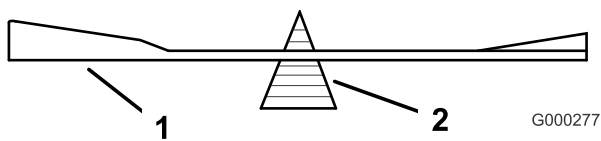
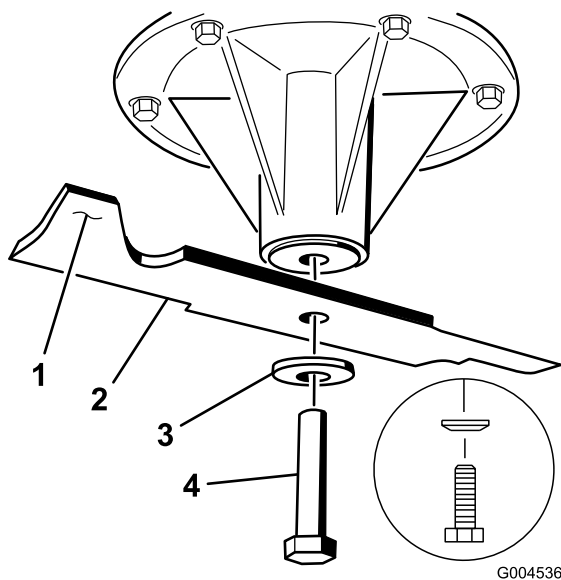

Figure 95
Figure 96
2. Vérifiez l'équilibre de la lame en la plaçant sur un équilibreur (Figure 95). Si la lame reste horizontale, elle est équilibrée et peut être utilisée. Si la lame est déséquilibrée, limez un peu l'extrémité de la partie relevée seulement (Figure 96). Répétez la procédure jusqu'à ce que la lame soit équilibrée.
1. Placez la lame sur l'axe (Figure 96).
2. Installez la rondelle élastique et le boulon de la lame. Le côté bombé de la rondelle élastique doit être dirigé vers la tête du boulon (Figure 96). Serrez le boulon à un couple de 115 à 150 Nm (85 à 110 pi-lb).